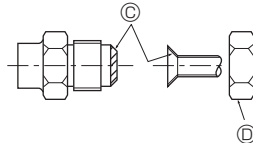

Fig. 4-1
4.2. Соединение труб (Fig. 4-1)
- Нанесите тонкий слой масла хладагента на контактную поверхность труб и соединений перед тем, как затягивать гайку с фланцем. ④
- Для затягивания трубных соединений используйте два гаечных ключа. ⑤
- Нанесите машинное масло охлаждения на всю поверхность области присоединения муфты. ③
- Используйте гайки раструбного стыка для следующего размера трубы. ⑥
- ④ (Fig. 4-1)
- ⑤ (Fig. 4-1)